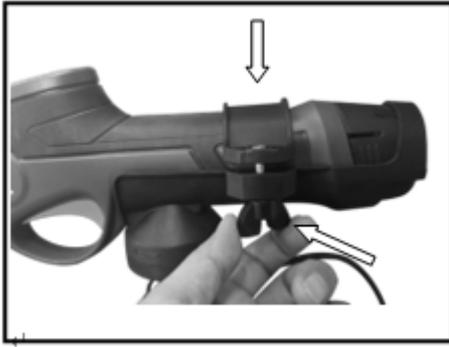

Рис. 12
5. Закройте крышку высотореза и зафиксируйте ее, как показано на Рис. 12.